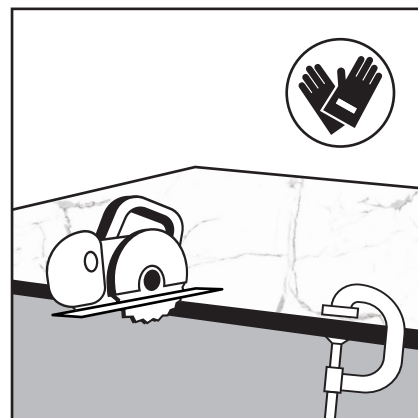

Figure 6
1. Pour couper le panneau vous devez utiliser une scie circulaire et une lame recommandée pour couper l'aluminium. La coupe doit toujours être fait du côté imprimé. Avant de procéder à la coupe, fixer le guide de coupe à l'aide de pince de pression (Figure 6). Nous recommandons l'utilisation d'une équerre pour que la coupe soit droite.